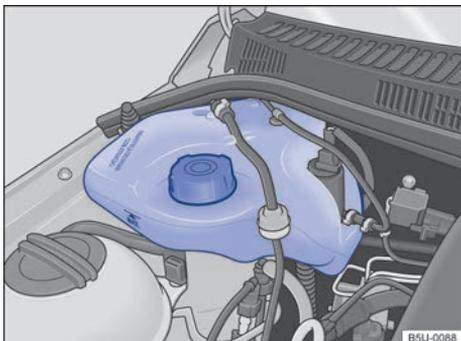

Fig. 142 En el compartimento del motor: depósito de gasolina para el sistema de arranque en frío.
El depósito de gasolina del sistema de arranque en frío se encuentra en el compartimento del motor, del lado derecho → fig. 142.
- Nunca sobrepasar la marca "MÁX" indicada en el depósito → fig. 142.